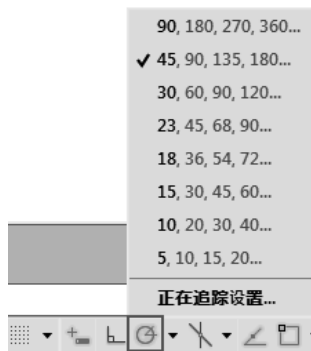
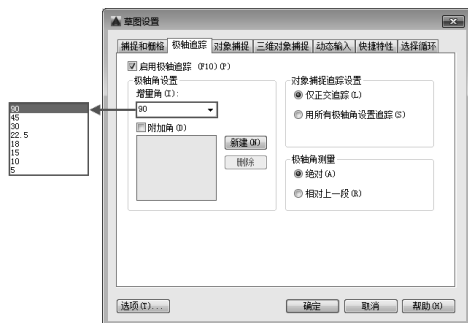

图 3-38 选择“正在追踪设置”命令
图 3-39 “极轴追踪”选项卡
- 状态栏：单击状态栏上的“极轴追踪”按钮 ，若亮显则为开启，反之关闭，如图 3-38 所示。
右键单击状态栏上的“极轴追踪”按钮 ，弹出追踪角度列表，如图 3-38 所示，其中的数值便为启用“极轴追踪”时的捕捉角度。在弹出的快捷菜单中选择“正在追踪设置”选项，则打开“草图设置”对话框，在“极轴追踪”选项卡中可设置极轴追踪的开关和其他角度值的增量角等，如图 3-39 所示。
操作技巧：细心的读者可能会发现，极轴追踪的增量角与后续捕捉角度都是成倍递增的，如图 3-38 所示。但图中唯有一个例外，那就是 23° 的增量角后直接跳到了 45° ，与后面的各角度也不成整数倍关系。这是由于 AutoCAD 的角度单位精度设置为整数，因此 22.5° 就被四舍五入为了 23° 。所以只需选择“格式”|“单位”命令，在“图形单位”对话框中将角度精度设置为 0.0，即可使 23° 的增量角还原为 22.5° ，使用极轴追踪时也能正常捕捉至 22.5° ，如图 3-45 所示。